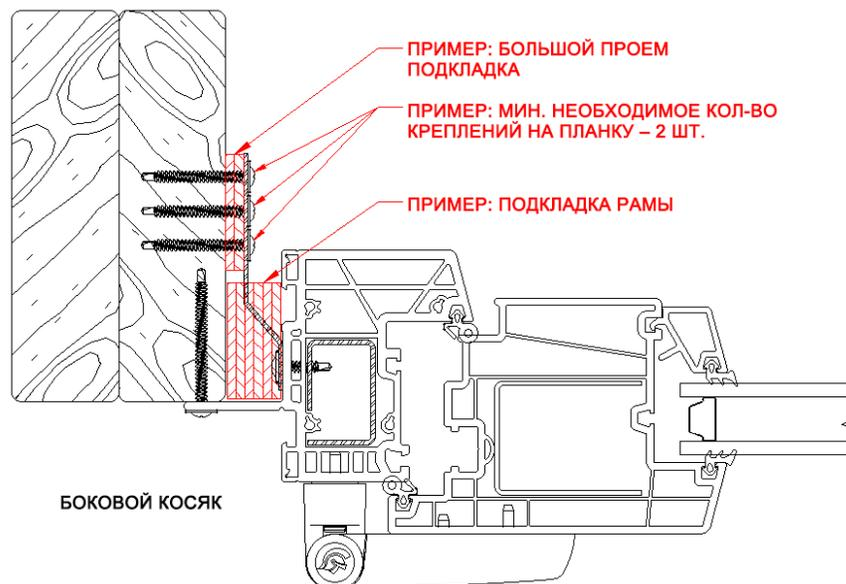

Рисунок 21. Пример требований по установке подкладок на чрезмерно большой проем
- А) Необходимо обеспечить прямоугольное положение двери. Чтобы выполнить необходимые действия надлежащим образом, требуется сначала измерить расстояния между углами (D1 и D2) и убедиться, что замеренное расстояние не превышает допуск в 1/8" (3,2 мм). В противном случае необходимо уменьшить разницу, выполнив общую регулировку изделия. См. рисунок 21.